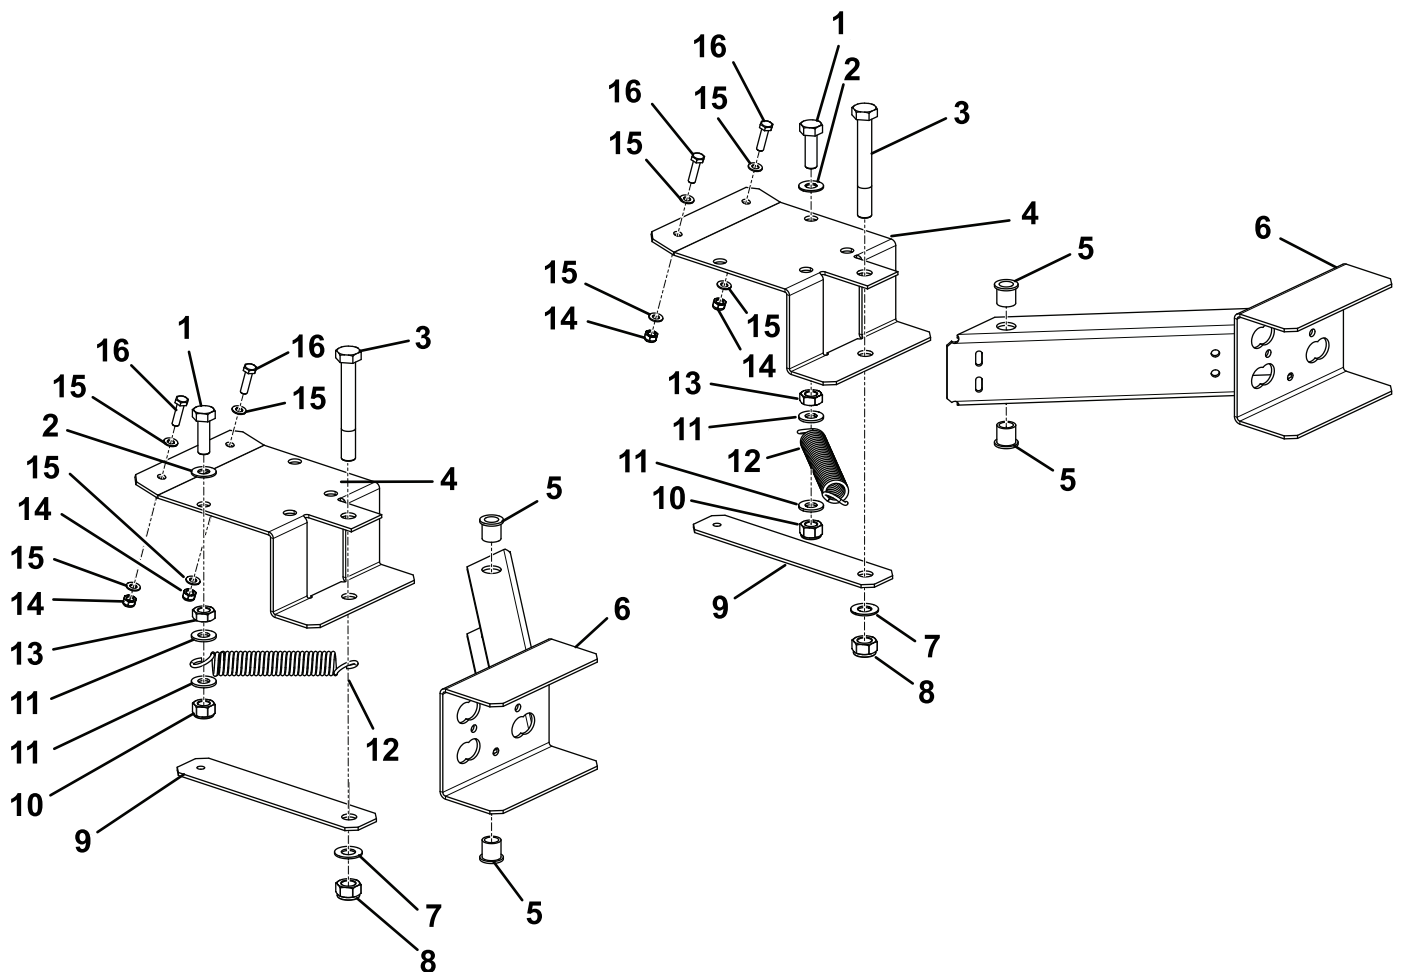

Figure 7
1. Montez les bras des éclairages avant comme montré à la Figure 7.